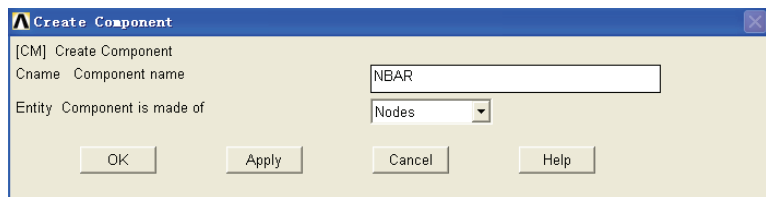

图 5-259 创建组元对话框
9) 选择 Utility Menu | Select | Comp/Assembly | Create Component 命令, 出现 Create Component 对话框, 在 Cname Component name 输入栏中输入 NBAR, 在 Entity Component is made of 下拉选框中选择 Nodes, 如图 5-259 所示, 单击 Apply 按钮, 在 Cname Component name 输入栏中输入 EBAR, 在 Entity Component is made of 下拉选框中选择 Elements, 单击 OK 按钮关闭该对话框。